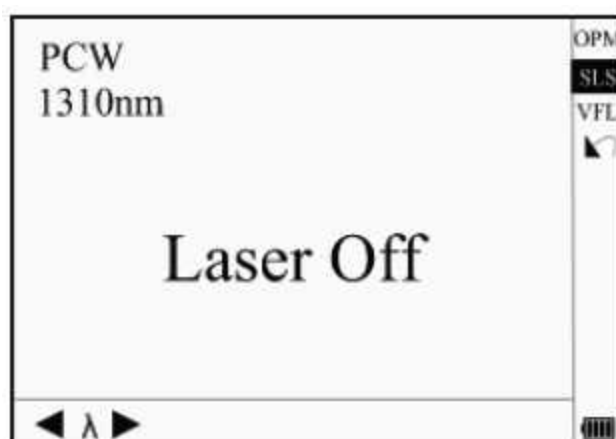

Рисунок 4-12. Стабилизированный лазерный источник излучения
1. Откройте интерфейс PM/LS, как описано в подразделе «Настройка параметра PM/LS (измеритель мощности, лазерный источник и VFL)» раздела 3. С помощью кнопок ▲ и ▼ выделите «SLS» и нажмите кнопку Enter для получения доступа к интерфейсу SLS (стабилизированный лазерный источник излучения) (рисунок 4-12).